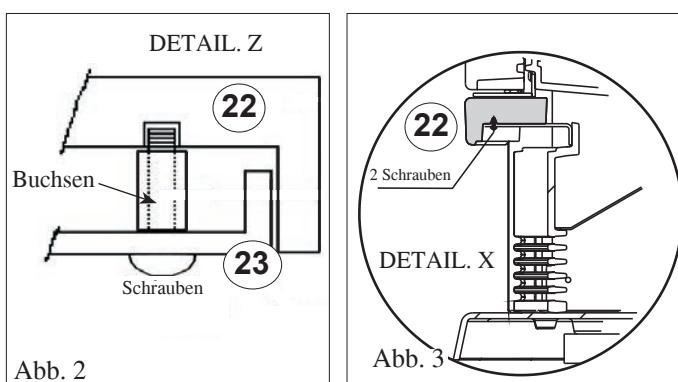

Abb. 2
- Das vordere obere Frontpaneel aus Keramik (22) abgestützt auf die Frontpaneel Halterung (23) in Position bringen, wurde oberhalb der Tür positioniert.
HINWEIS: Zur korrekten Montage des oberen vorderen Frontpaneels (22) ist es notwendig, dass zwischen diesem und dem Frontpaneel (23) der mitgelieferte Einsatz platziert wird, so wie es im Detail "Z" in Abb. 2 angegeben ist.